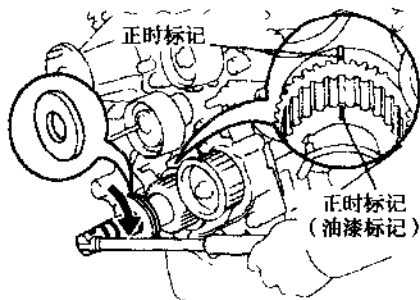

图 1-1-18 曲轴正时皮带轮位置
(6) 将 1 号汽缸设定在上止点前约 60° /压缩位置。
①曲轴正时皮带轮位置。用曲轴皮带轮螺栓和平板垫圈转动曲轴，将曲轴正时皮带轮的正时标记（上述油漆标记）和正时皮带壳上的正时标记对准（见图 1-1-18）。